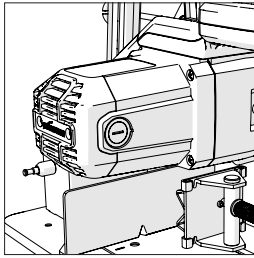

Fig. 13
- Entfernen Sie die Plastikappen an der Rückseite des Motors (**Abb. 13**). Gehen Sie vorsichtig vor; die Kappen sind federbelastet.